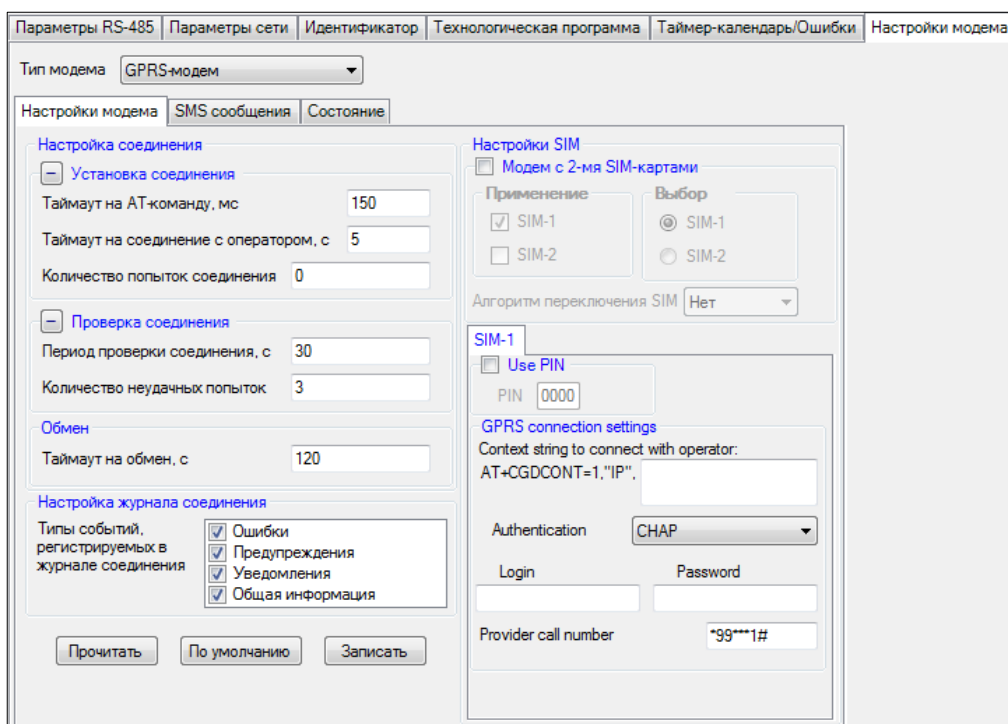

Рисунок 3.20 – Окно контроллера с активной вкладкой Модем-настройка (для GPRS-модема)
– Указывают нужную опцию щелчком мыши на панели **Управление потоком** (см. рисунок 3.20),